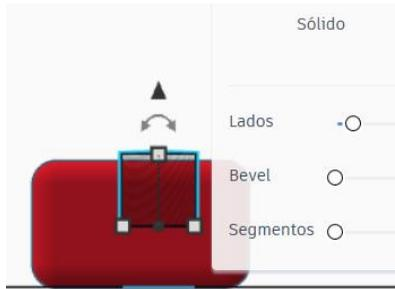

Figura 9. Posicionamento do cilindro na visão *posterior*.
5. Clique no cilindro como orifício e depois clique no triangulozinho preto que aparece sobre o cilindro e puxe-o para cima, de modo que a borda superior do cilindro fique apenas um pouco para cima do cubo. É para ficar como na Figura 9.